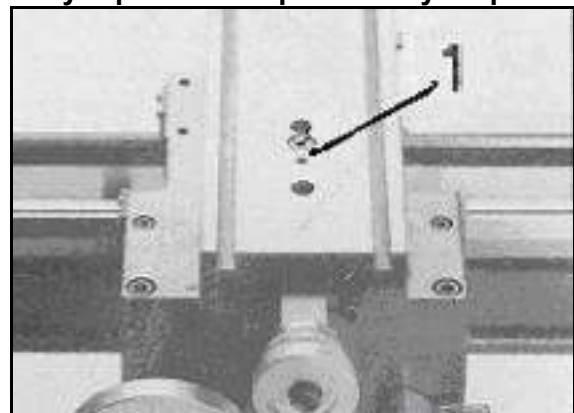

Рис. 29
Снимите верхний суппорт и отрегулируйте резьбовой штифт (1, *Рис. 29*) таким образом, чтобы винт был снова без зазора соединен с гайкой.
Открутите две гайки (1, *Рис.29*) справа на фартуке суппорта и отрегулируйте установочный винты (2) таким образом, чтобы половинки гайки ходового винта без зазора были расположены в своих направляющих. Закрутите гайки и винты.